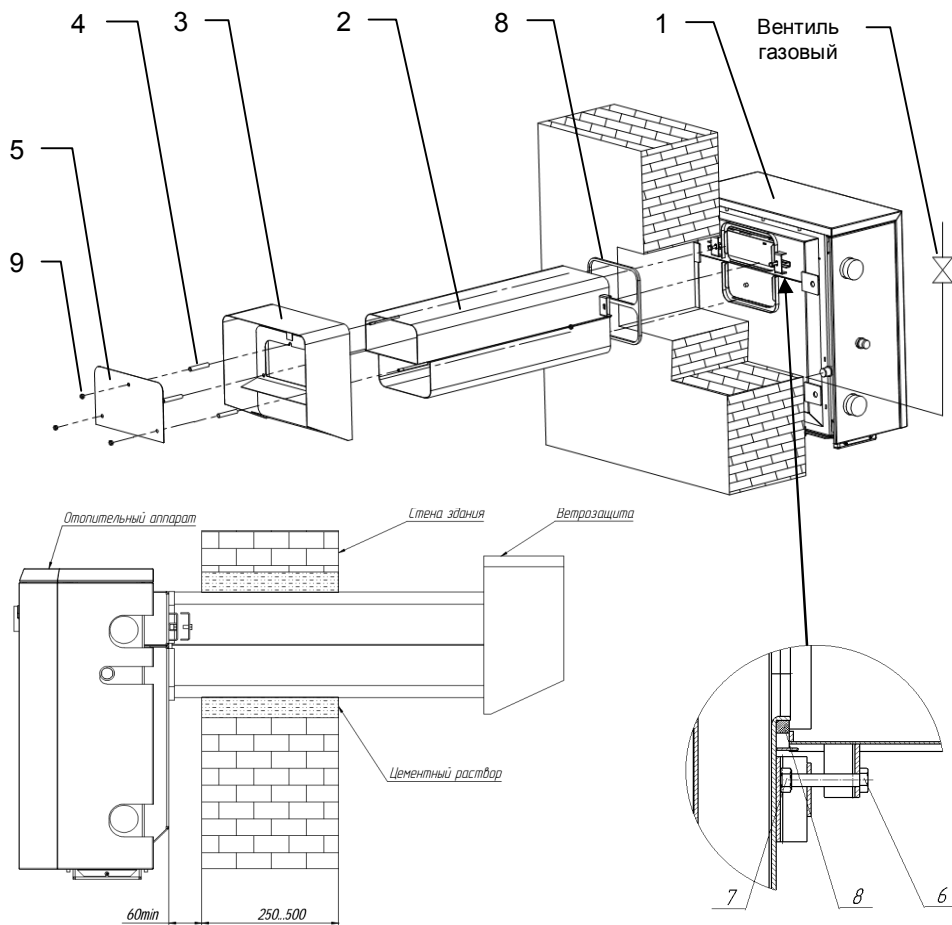

Рис.7
При напольном монтаже аппарата, в стене пробивается проем 260x260мм под трубу Рис.7, поз.2.
После подготовительных работ по пробивке проема, отверстий и установке шпилек необходимо подсоединить трубу поз. 2 к аппарату поз.1 при помощи болтов и гаек поз.6,7 (см. Рис.7).
После затвердения раствора уложить в канавки на задней стенке аппарата уплотнительный асбестовый шнур поз.8 Рис.7 из комплекта поставки, предварительно смочив его водой.
Навесить аппарат на шпильки таким образом, чтобы торец трубы вошел в канавки аппарата с вложенным для уплотнения соединения шнуром поз.8 Рис.7.
Снаружи здания установить на 3 шпильки трубы обечайку ветрозащиты поз.3, распорные втулки поз.4, щиток ветрозащиты поз.5 и закрепить гайками поз.9 (см. Рис.7).
6.8 После выполнения монтажных работ по установке аппарата, присоедините аппарат к газопроводу и трубам системы отопления. На газоподводящей трубе перед аппаратом обязательно должен быть установлен газовый вентиль (Рис.7), перекрывающий доступ газа к аппарату. Соединительные трубы трубопроводов должны быть точно подогнаны к месту расположения входных штуцеров аппарата. Присоединение не должно сопровождаться взаимным натягом труб и узлов аппарата.